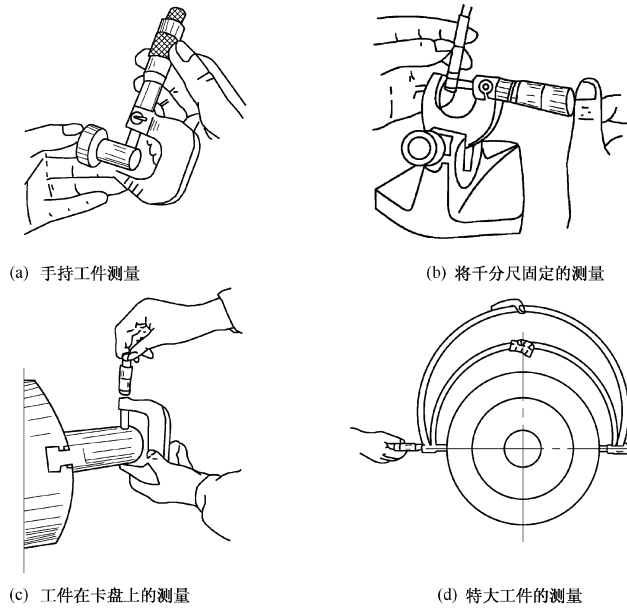

图 1.11 千分尺的使用方法
(2) 测量时，最好双手掌握千分尺，左手握住弓架，用右手旋转活动套筒（见图 1.11 所示），当螺杆即将接触工件时，改为旋转棘轮盘，直到棘轮发出“卡卡”声为止。
(3) 读数时，最好不取下千分尺进行读数，如需要取下读数时，应先锁紧螺杆，然后轻轻取下千分尺，防止尺寸变动。读数要细心，看清刻度不要错读 0.5 毫米。